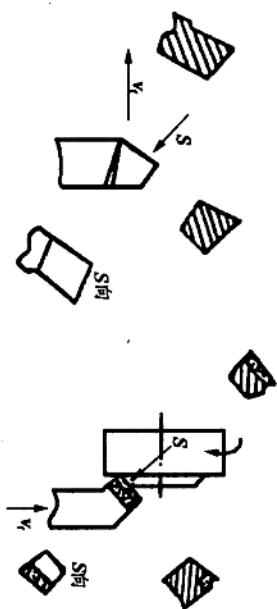

图 1.5
26. 按图 1.5 所示,标注出车刀切削部分的六个独立角度及代号。